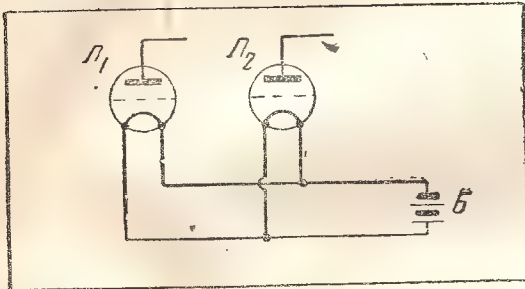

Рис. 2
**ЗАДАЧА 5.** Батарея  $B$  напряжением в  $4 \text{ V}$  питает нить двух приемных ламп (рис. 2). Лампа  $L_1$  потребляет ток в  $0,15 \text{ A}$ , а лампа  $L_2$  —  $0,8 \text{ A}$ . Определить, какую мощность поглощает нить каждой лампы.